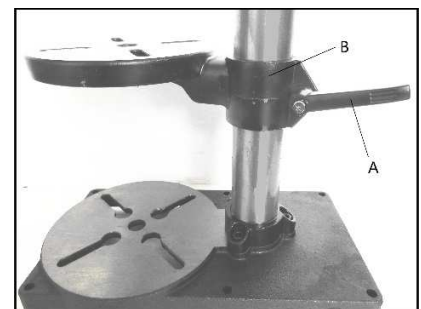

Fig 2
Faire coulisser la table vers le haut pour la mettre en position, puis bloquer la manette (A, Fig 2) sur le support (B).